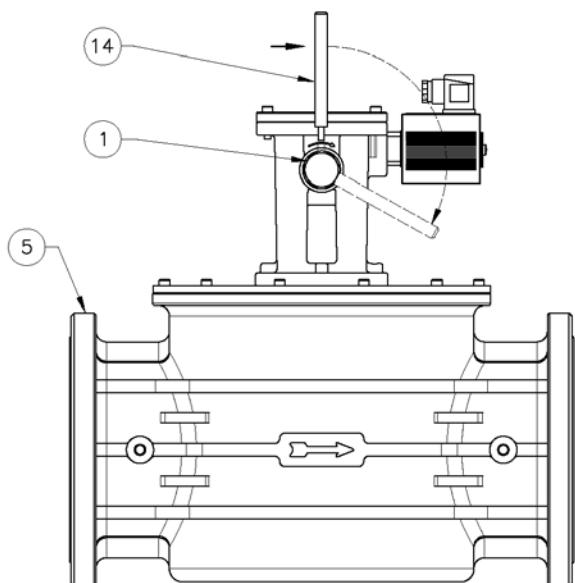

Рис. 8
- для **DN 65 ÷ DN 150** (Рис. 3 и Рис. 8)